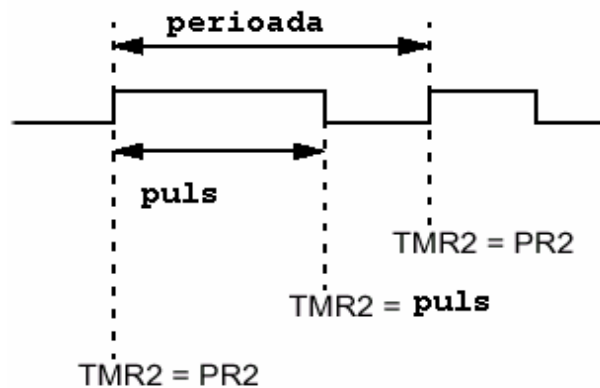

Fig.3-30 Definirea semnalului PWM generat hardware
În exemplul anterior, **p** reprezintă pauza iar **l** reprezintă durata notei. Argumentul acestor proceduri reprezintă unitatea (1), jumătatea (2), pătrimea (4) sau optimea (8) de întreg și sunt identice ca valoare atât pentru notă cât și pentru pauză. O întrebare ar fi: se pot genera sunete polifonice utilizând ambele module CCPx și mixând semnalul rezultat? Răspunsul este nu, deoarece frecvența celor două PWM-uri este aceeași pentru toată seria PIC16, singura soluție constructivă identică este utilizarea unor microcontrolere din seria PIC18F care au 4 module PWM ce pot avea frecvențe diferite, sau utilizarea algoritmilor de generare **Dual Tone Modulated Frequency** (utilizată de telefon) prin software. Să facem împreună o trecere succintă în revistă a modului CCP1 pentru funcția de generare PWM: modulul produce un semnal PWM cu o rezoluție de maxim 10 biți. Sunt disponibile 1024 de stări distincte pentru factorul de umplere la o frecvență dată (fig.3-30).